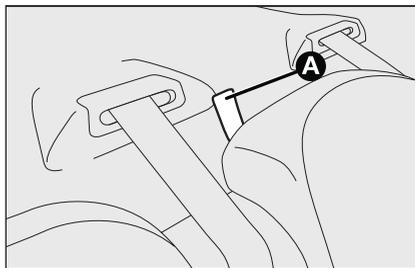

Рис. 87/с
- підніміть фіксатор А (рис. 87/с) угору, щоб розблокувати праву чи ліву секцію спинки задніх сидінь, і опустіть спинку на подушку.